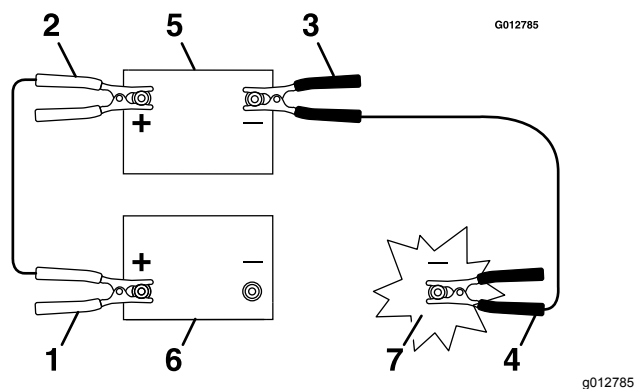

Figure 49
3. Branchez le câble positif (+) à la borne positive (+) de la batterie à plat qui est reliée au démarreur ou au solénoïde, comme montré à la Figure 49.